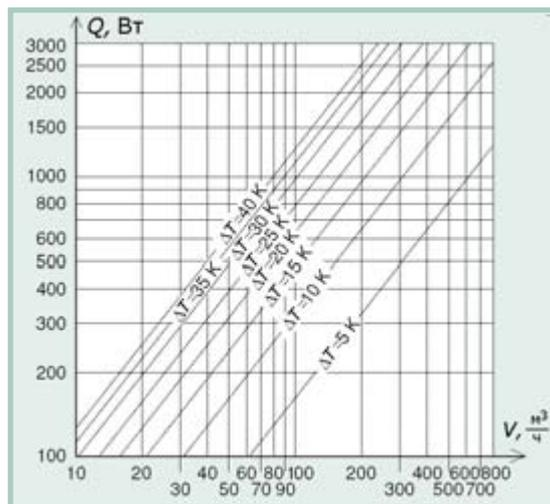

Рис. 4. Диаграмма теплоотвода блока вентилятор+фильтр
Обычно достаточно пользоваться диаграммой, построенной по формуле (3) для $f = 3,1 \text{ м}^3 \cdot \frac{\text{К}}{\text{Вт} \cdot \text{ч}}$ и показанной на рис. 4.